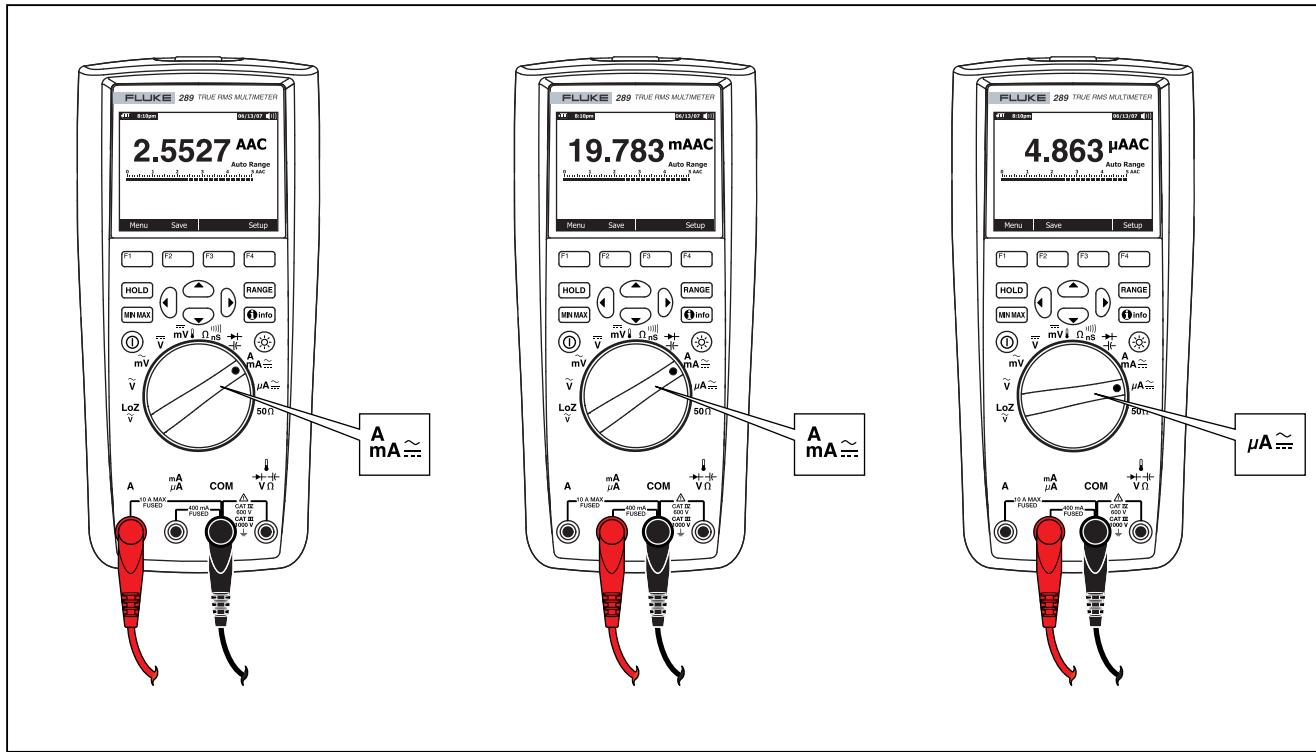

Рисунок 21. Настройка для измерения тока
3. Если используется клемма **A**, установите поворотный переключатель в **mA/µA**. Если используется клемма **mA/µA**, установите поворотный переключатель в положение **µA** для токов ниже 5 000 мА (мкА) (5 мА) или в положение **mA** для токов выше 5 000 мкА. См. рисунок 21 для получения информации по подключениям испытательных концов и выбору функций. Обратитесь к разделу "Функция Input Alert" для получения информации по предупреждениям, которые использует измеритель, когда концы при измерении тока подключены неправильно.